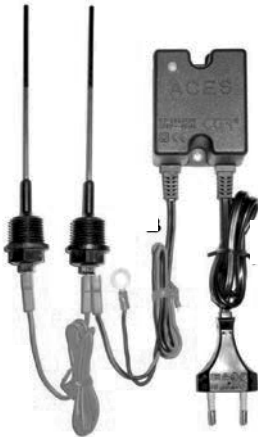

Abbildung 2: ACES Gerät mit doppelter Anode
- Kabelschlaufen und Lochscheibe zur Installation (nur an der Vorrichtung ACES) (Abbildung 2 auf der folgenden Seite).